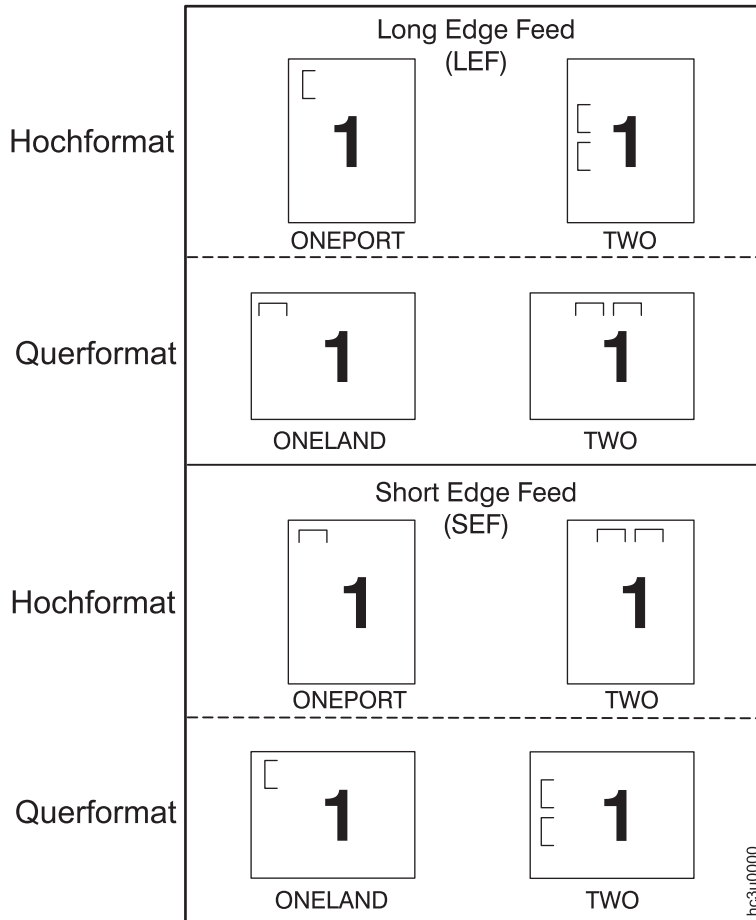

Abbildung 1. Positionen der Heftklammern
3. In Abschnitt Abb. 1 auf Seite 81 können Sie nachlesen, welche Einstellung Sie für das Heften auswählen müssen. Die Heftposition wird durch drei Faktoren bestimmt: